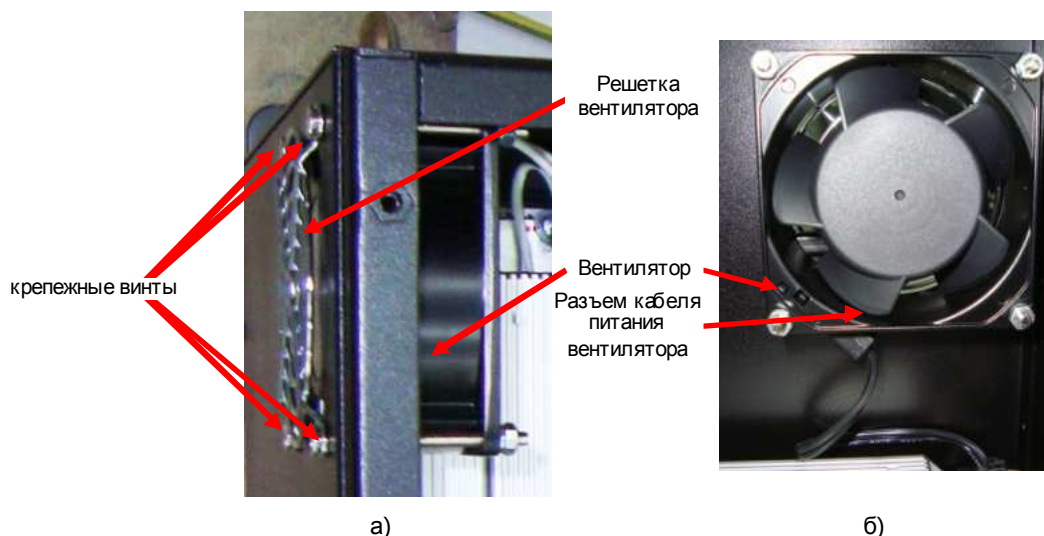

Рис. 7.2. Установка бокового вентилятора.
7.3.1. Вставить разъем провода питания в ответную часть на монтажной панели вентилятора (рис. 7.2.б).
7.3.2. Совместить соответствующие отверстия защитной решетки, корпуса и вентилятора (рис. 7.2).
7.3.3. Продеть четыре винта в совмещенные отверстия и затянуть их гайками с шайбами-гровер (рис. 7.2).